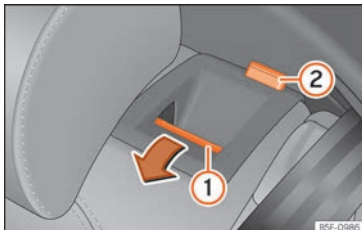

**Fig. 151** Sullo schienale del sedile posteriore: tasto di sblocco ①; tacca rossa ②
- Premere il tasto di sblocco » **fig. 151** ① in avanti e, contemporaneamente, ribaltare lo schienale. Lo schienale posteriore è sbloccato quando si vede la tacca rossa sul tasto ②.